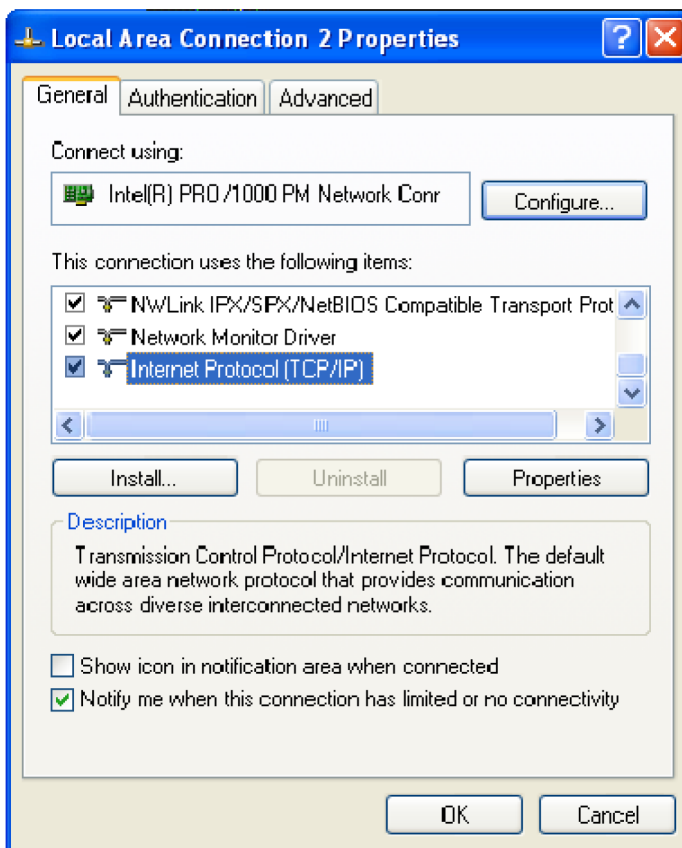

図 13: LAN Connection ダイアログ・ボックス
6. お使いのローカル LAN カードに対応するローカル・エリア接続のアイコンを右クリックし、メニューから Properties を選択します。Properties ダイアログ・ボックスが表示されます。(図 13 参照)。